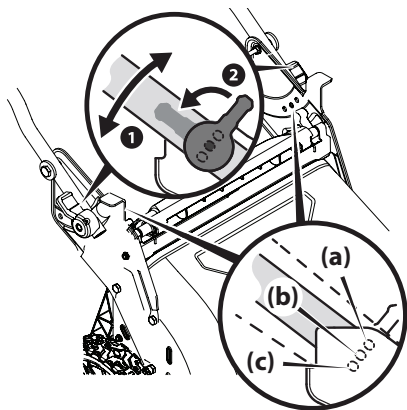

Figure 2-9
1. Tournez les leviers et placez-les en position déverrouillée avant de soulever le guidon. Voir Figure 2-9.